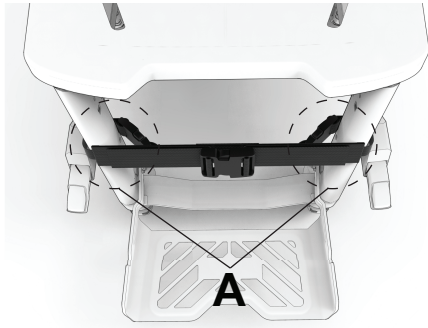

图 28 – 连接旁开扣
1. 将约束带缠绕在前座椅支腿上，并连接旁开扣 (A) (图 28)。